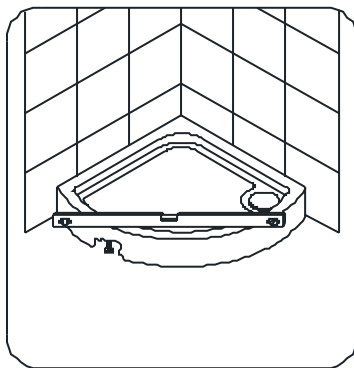

Рис. 2
2. Подсоедините трубопровод к поддону и канализации. Проверьте, ровно ли установлен поддон, совпадает ли сливное отверстие с водостоком. Если необходимо скорректировать расположение сливной трубы, следует сделать это сейчас. Если душевой поддон не отрегулирован, оставьте его и выровняйте уровень пола. Расположите поддон на выбранной позиции снова и проконтролируйте его уровень. См. рис. 2 для более подробной информации.